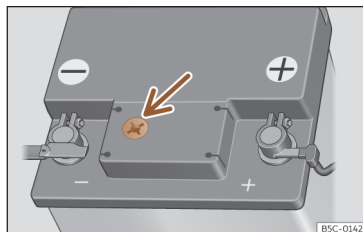

Fig. 205 Janela de inspeção na parte superior da bateria de 12 volts (representação esquemática).
- Verifique o indicador de cor na janela de inspeção, na parte superior da bateria >>> **Fig. 205.**